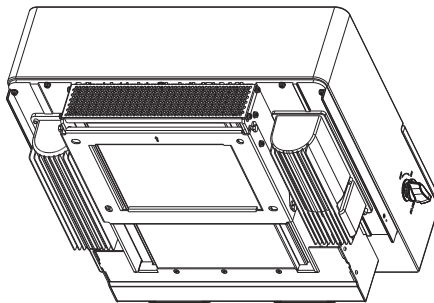

Figura 4.4 Soporte mural
2. Levante el inversor (con cuidado de no forzar el cuerpo) y alinee el soporte trasero del inversor con la sección convexa del soporte de montaje. Cuelgue el inversor en el soporte de montaje y asegúrese de que esté bien sujeto (consulte la figura 4.4).